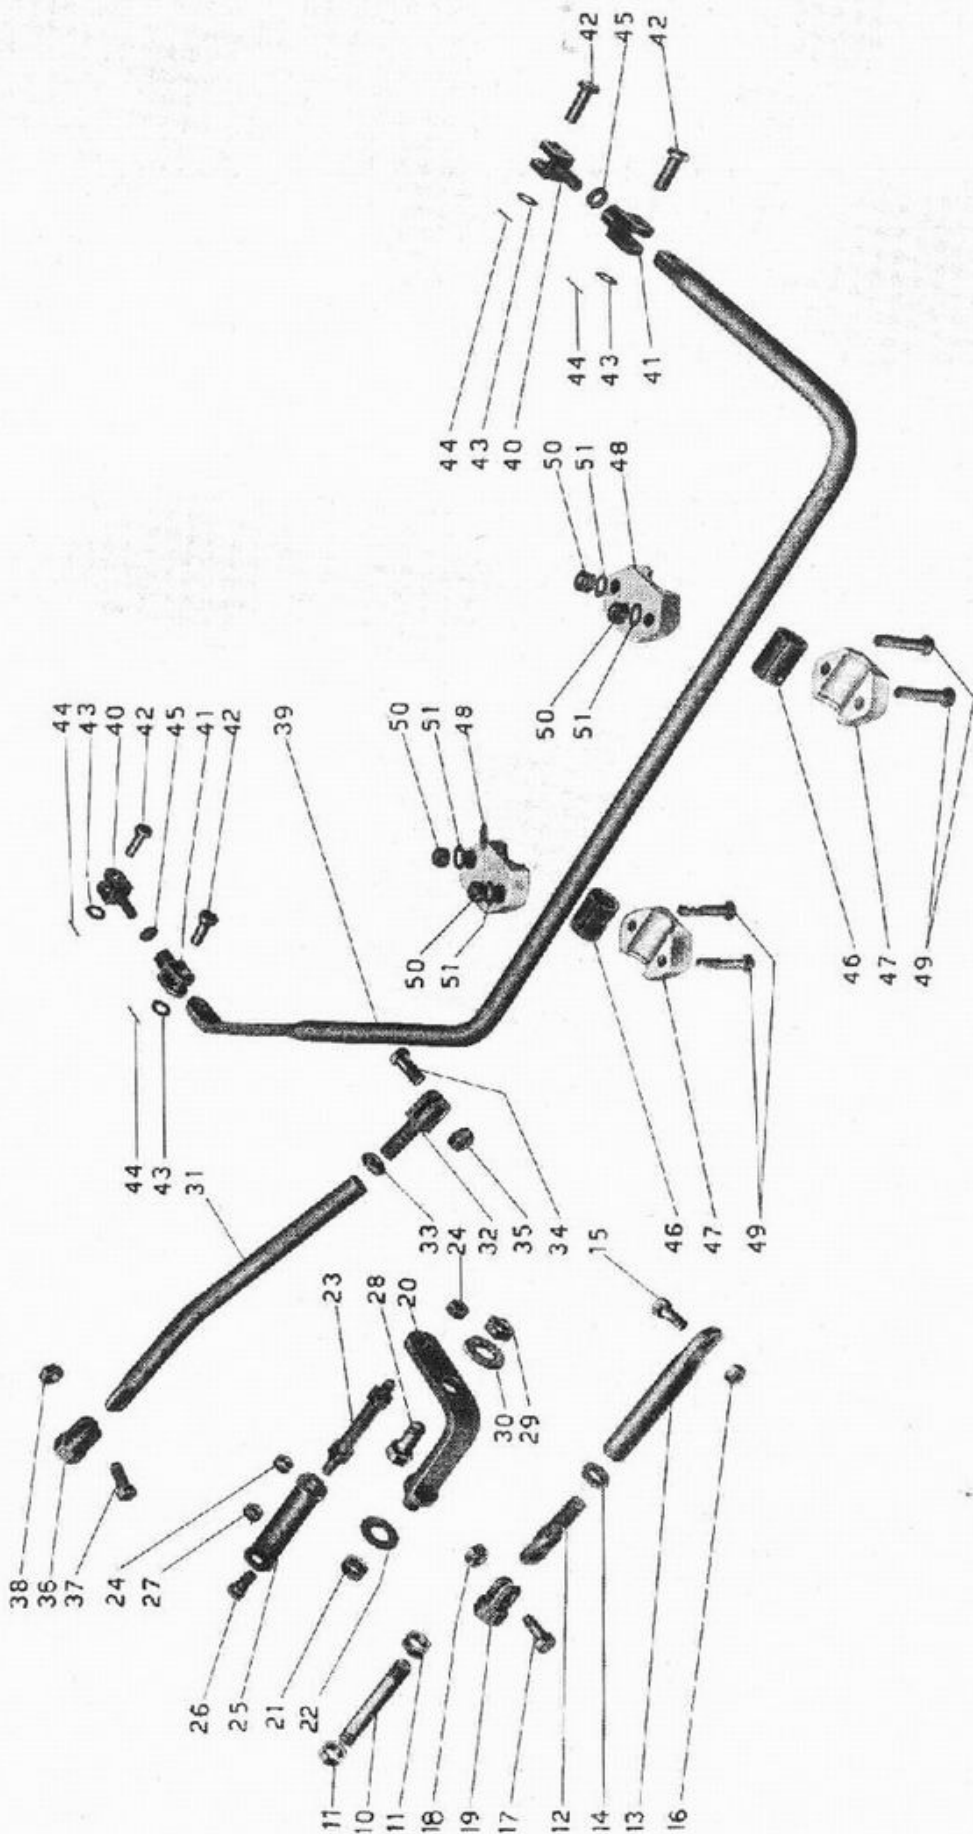

Fig. 7 - Organi di collegamento della motocicletta al carrozino e barra di torsione
Collegare la barra di torsione (vedi più avanti capitolo barra di torsione) all'orecchia (X) (fig. 5) del forcellone posteriore oscillante per mezzo del perno 42 con ranella 43 e copiglia 44 (fig. 7).
Togliere il collegamento elettrico alla lampadina laterale, togliere i bulloni 10, 17, 28, 37 (fig. 7), nonché il perno 42 (fig. 7) che collega il forcellone della ruota posteriore alla barra di torsione. Questi pezzi, appena rimosso il carrozino, devono essere infilati nei rispettivi fori perchè non vadano persi.
(vedi fig. 7)